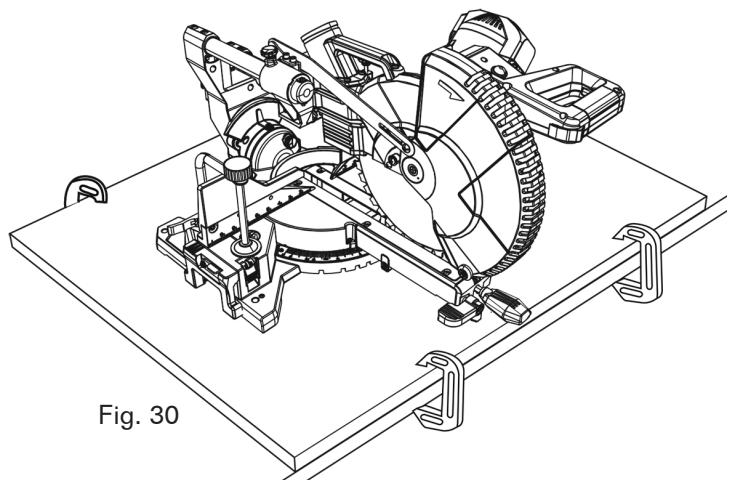

Fig. 30
2. Para uso portátil, coloque la sierra sobre un pedazo grueso de madera contrachapada de 19,05 cm. Asegure con firmeza la base de la sierra a la madera contrachapada usando los orificios de montaje de la base. Use abrazaderas en C para sujetar esta tabla de montaje a una superficie de trabajo estable en el lugar de trabajo. (Fig. 30)